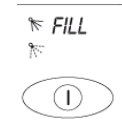

Abb.14
- Während der Phase des Wasserzulaufs erscheint auf dem Display der Schriftzug "FILL". (Abb. 14)